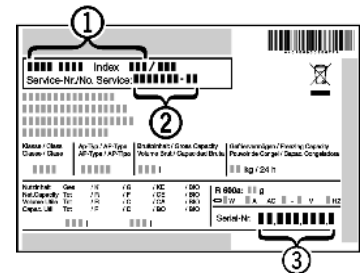

Fig. 9
- ▶ Назва пристрою *Fig. 9 (1)*, сервісний номер *Fig. 9 (2)* та серійний номер *Fig. 9 (3)* вказані на таблиці типів. Табличка типів знаходиться всередині пристрою, зліва.
- ▶ Повідомте сервісну службу про характер неполадки, назву пристрою *Fig. 9 (1)*, сервісний номер *Fig. 9 (2)* та серійний номер *Fig. 9 (3)*.